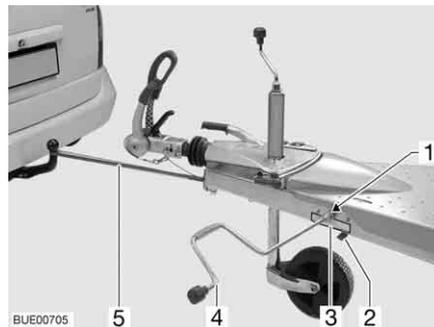

Bild 5 Ankupplhilfe Easy-Pull
- Den Sperrhebel (Bild 5,2) in Offenstellung bringen.
- Das Gurtband mit Haken (Bild 5,5) nach vorne herausziehen, um den Kugelkopf der Anhängerkupplung des Zugfahrzeugs legen und arretieren.
- Den Sperrhebel (Bild 5,2) in Schließstellung bringen.
- Die Kurbel für die Kurbelstützen des Caravans (Bild 5,4) auf den Sechskant (Bild 5,1) der Kurbelvorrichtung stecken und drehen. Dabei die Drehrichtung gemäß Aufkleber (Bild 5,3) beachten.